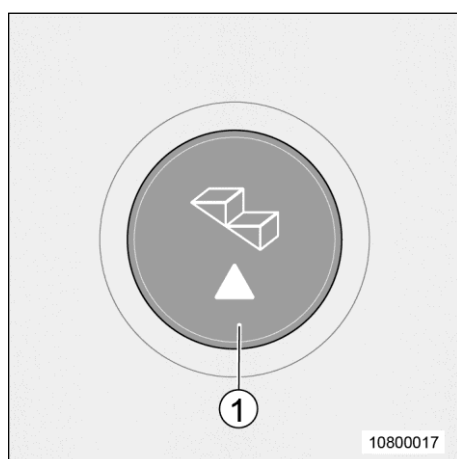

Fig. 10 Commutateur sur le modèle T au niveau du volant
1. Appuyer sur le bouton-poussoir (Fig. 10/1) et le marche-pied rentre complètement.